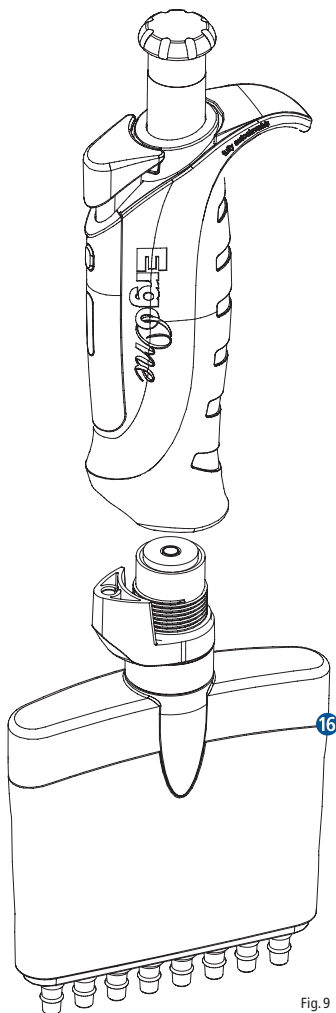

Fig.9
- Desatornille la parte inferior completa **16** girando en sentido inverso a las agujas del reloj (Fig. 9).